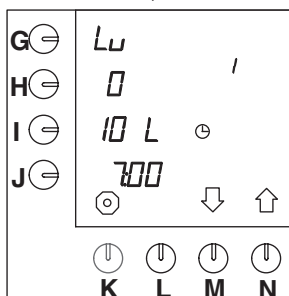

Fig. 33 Paramètres d'un préprogramme de démarrage (inactifs)
Il y a quatorze préprogrammes de démarrage étalés sur tous les jours de la semaine. Une fois activés grâce à la procédure décrite ci-dessous, ils pourront être visualisés et activés dans le mode utilisateur. Tous les programmes peuvent être réglés selon vos besoins. Les quatorze préprogrammes sont par défaut (fig. 33) :
- Appuyez sur la touche de sélection (N.)↑ jusqu'à ce que la fig.33 s'affiche sur l'écran de contrôle.